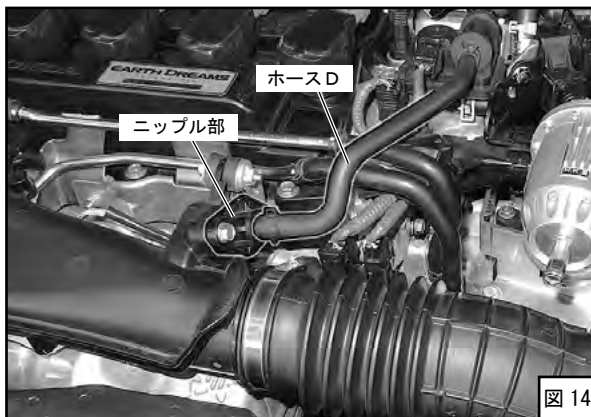
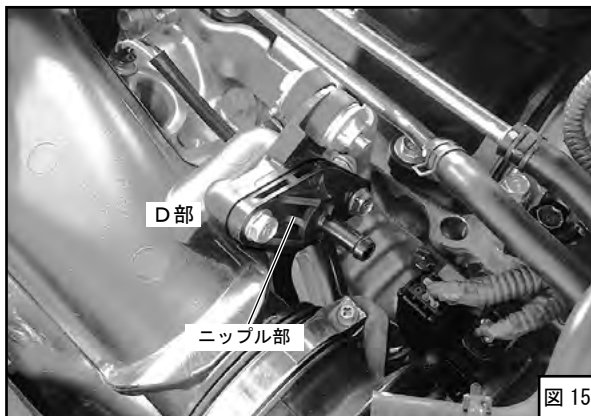
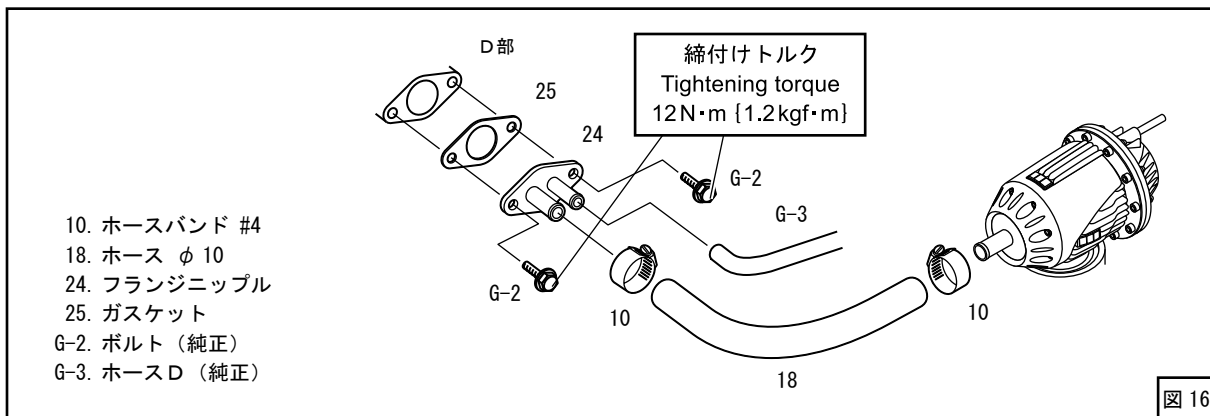

図14
図15
図16
- (2) インレットパイプのニップル部からホースDを抜いてください。(図14)
- (3) ボルトを外し、ニップル部を取外してください。(ボルトは再使用します) (図14、図15)
- (4) D部にフランジニップルを取付けてください。(純正ボルト再使用) (図15、図16)
- (5) フランジニップルに純正ホースDとホースφ10を取付けてください。(図16)